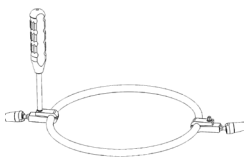

Figure 4
- À l'aide de la **clé hexagonale (AL-0106)**, dévissez les pinces de fixation des deux **bras articulés**. Insérez l'**anneau écarteur** entre les pinces et serrez celles-ci autour de l'anneau à l'endroit marqué « Attach Rigid Arm Here » (Attacher le bras rigide ici) (Figure 4).